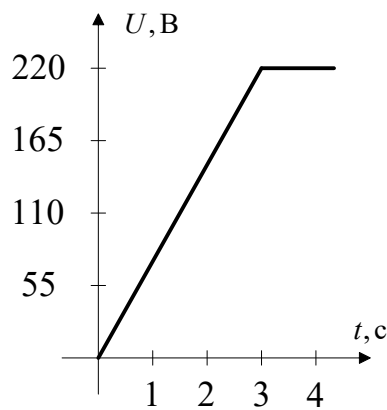

Рис. 4.6. Закон изменения напряжения
**10.** Изобразите динамическую механическую характеристику и график переходного процесса по частоте вращения и моменту при пуске ДПТ НВ (Таблица 4.3) вхолостую, если напряжение, приложенное к якорю, изменяется по закону, показанному на рис. 4.6.